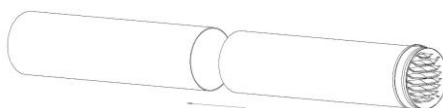

Рис. 5
- Поместите теплоизоляцию 110x9 в пластиковый канал. (Рис. 5)